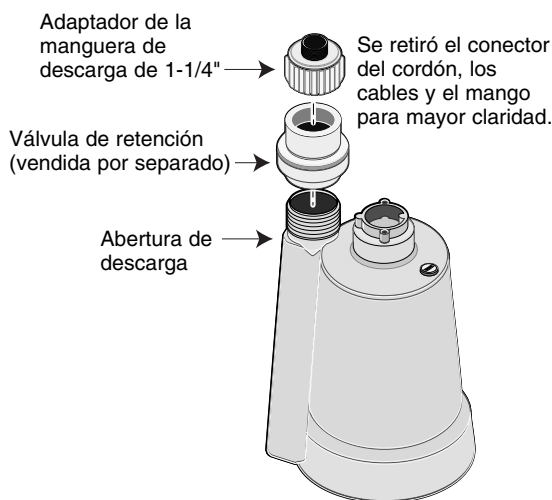

Figura 1 – Unidad de descarga.
3. Instale una válvula de retención entre la abertura de descarga de la bomba y el adaptador de la manguera de descarga para evitar flujo en reversa a través de la bomba cuando se la apague. Consulte la figura 1.